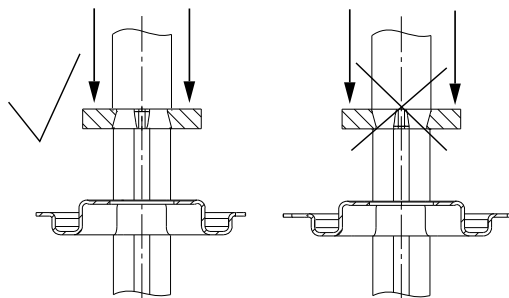

Рис. 5 Монтаж стопорного кольца
6. Установить фиксатор (поз. 111) и стопорное кольцо (поз. 111a). См. рис. 5.